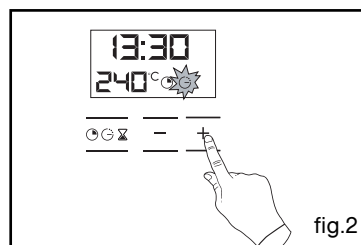

fig.2
L'affichage clignote pour indiquer que le réglage est alors possible (fig.2).
- Ajustez le temps choisi en appuyant sur les touches + ou - (fig.2).